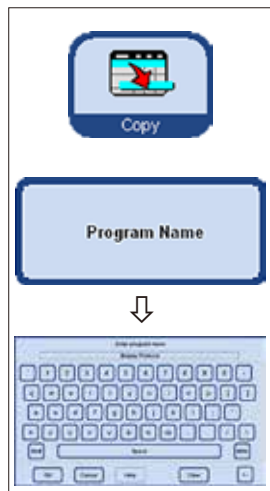

Fig. 159
- Toque no botão **PROGRAM NAME** na parte superior da tabela e o teclado será exibido (Fig. 159).